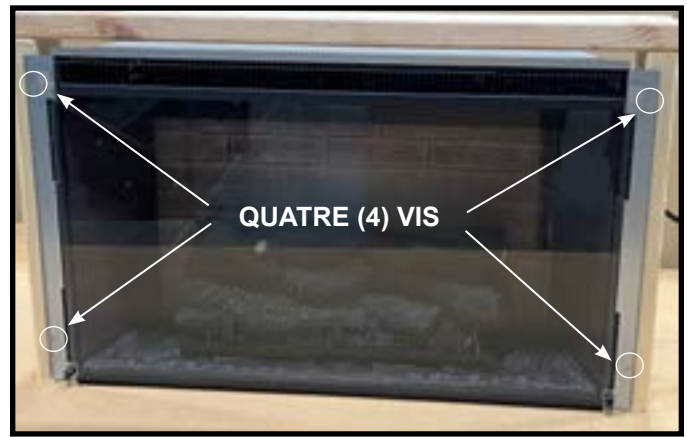

Figure 4.9 Onglet de fixation du cadre à la charpente
9. Fixez les côtés de l'appareil à la charpente à l'aide de quatre (4) vis de construction (fournies) à travers les quatre (4) emplacements de languette sur les côtés de l'appareil. Voir la figure 4.9.